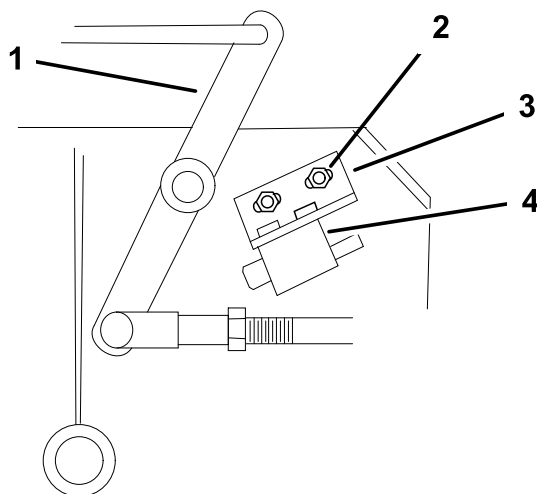

Figura 43
4. Si es necesario, ajuste el interruptor de seguridad de la cuchilla aflojando los pernos que sujetan el soporte del interruptor (Figura 43).
Nota: Asegúrese de que la palanca acodada **no** toca el cuerpo del interruptor, porque esto podría dañar el interruptor (Figura 43).